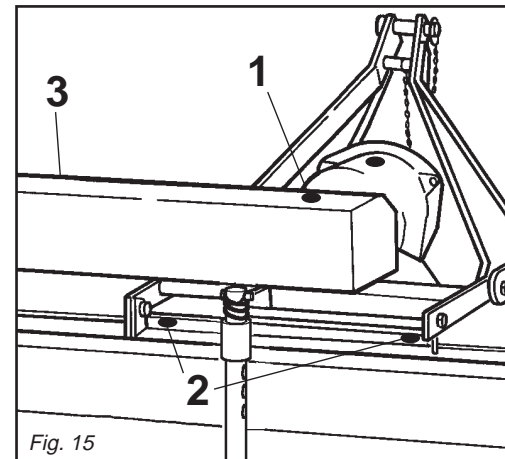

Fig. 15
- 2- Allentare la vite (1 Fig. 15) che fissa la protezione (3 Fig. 15) dell'albero esagonale al corpo riduttore.
- 3- Svitare le due viti anteriori e posteriori (2 Fig. 15 - 16) che fissano il carrello al corpo del telaio.
Fissare anche la vite (1 Fig. 15) di bloccaggio della protezione (3 Fig. 15).
- 2- *Loosen the screw (1 Fig. 15) that fasten the hexagon shaft's protection (3 Fig. 15) to the body of the reduction unit.*
Also tighten the protection's (1 Fig. 15) fixing screw (3 Fig. 15).
- 2- Die Schraube (1 Abb. 15) lockern, die Schutz (3 Abb. 15) der Sechskantwelle am Körper des Untersetzungsgetriebes befestigen.
- 4- Den Wagen bis zur gewünschten Stellung gleiten lassen, dann die Schrauben in die Löcher der nun erreichten Stellung einsetzen. Auch die Sperrschraube (1 Abb. 15) der Schutzvorrichtung (3 Abb. 15) anziehen.
- 2- Desserrer la vis (1 Fig. 15) qui fixe la protection (3 Fig. 15) de l'arbre hexagonal au corps réducteur.
Fixer également la vis (1 Fig. 15) de blocage de la protection (3 Fig. 15).
- 2- Afloje el tornillo (1 Fig. 15) que fija la protección (3 Fig. 15) del árbol hexagonal con el cuerpo del reductor.
También fije el tornillo (1 Fig. 15) de bloqueo de la protección (3 Fig. 15).